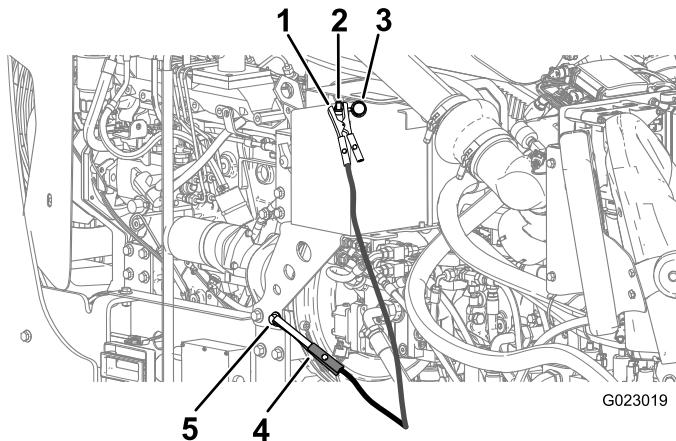

Figure 132
6. Retirez le capuchon de la borne de la batterie déchargée (Figure 132)
7. Branchez le câble de démarrage positif (+) à la borne de démarrage de secours (Figure 132).
8. Connectez le câble de démarrage négatif (-) à un point de masse, comme un boulon non peint ou un élément du châssis (Figure 132).
10. Lorsque le moteur démarre, demandez à l'autre personne de débrancher le câble de démarrage négatif (-) du châssis, puis de débrancher le câble de démarrage positif (+) (Figure 132).